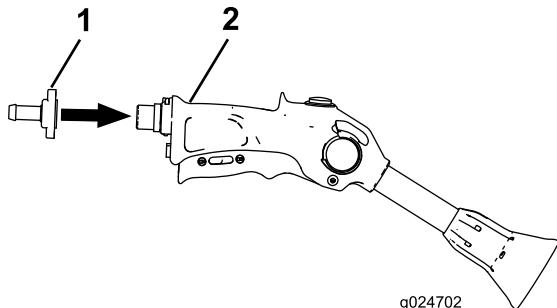

Figura 31
- Montagem da pistola de pulverização (Figura 31).